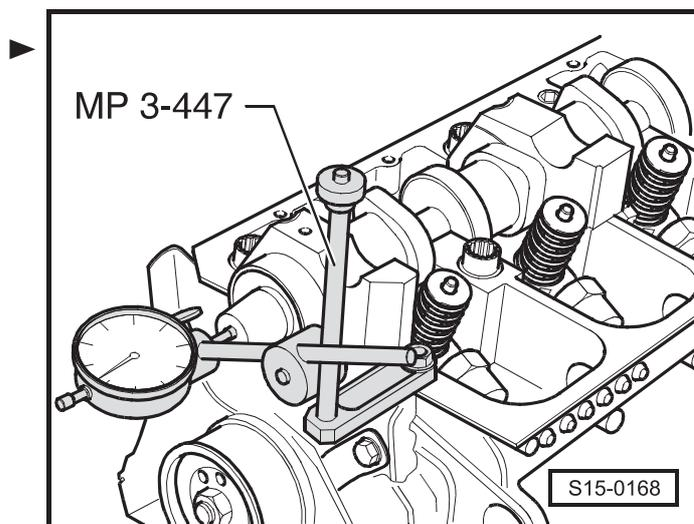

Рис. 2: Уплотнение плоскости разъема крышки подшипников 1 и 5 уплотняющим средством -AMV 174 004 01-
- уплотнить поверхности прилегания крышки подшипников 1 и 5 уплотняющим средством -AMV 174 004 01- ⇒ рис. 2 в **15-2** страница 3